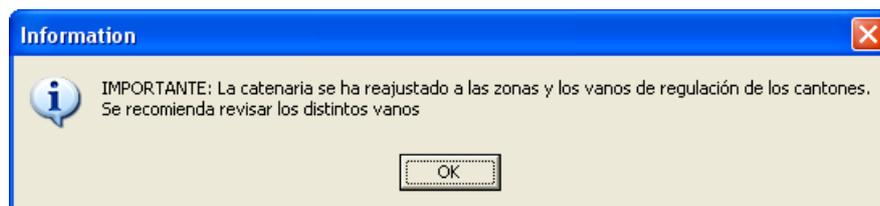

Figura 11.29.
- Figura 11.29: Al terminar el trazado con cálculo semiautomático se deben de examinar los vanos generados, los apoyos ahorcados, alturas, etc.